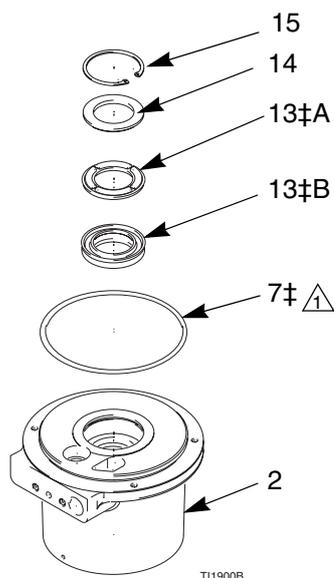

FIG. 11. Base del motor neumático
7. Retire la junta tórica (7) de la base del motor neumático. Utilice la herramienta de extracción de clips para sacar el clip en c (15), y después saque la arandela (14), el anillo (13A) y el sello (13B). Anote la orientación de estas piezas. Vea FIG. 11.
1. Coloque la junta tórica (7) en la base del motor neumático (2). Lubrique la junta tórica y el núcleo central en la base. Instale el sello (13B) con la ranura dirigida hacia arriba. Instale el anillo (13A) en la ranura con las muescas dirigidas hacia arriba. Instale la arandela (14) con el lado plano dirigido hacia arriba, y después el clip en C (15). Vea FIG. 11.